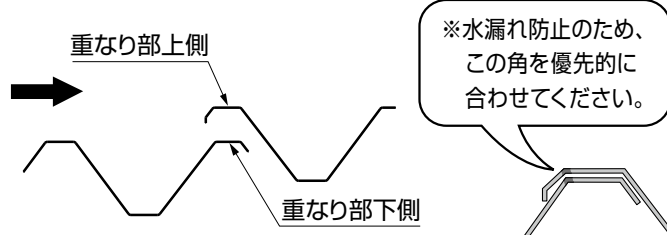

図4-6 折板重なり部詳細図
- 折板の重なり部分は形状が合うように向きに注意し、片側から順に敷き詰めてください。(図4-6参照)
- ③側枠をタイトフレームに取付け、折板固定用笠ワッシャーとルーフボルトキャップで固定してください。